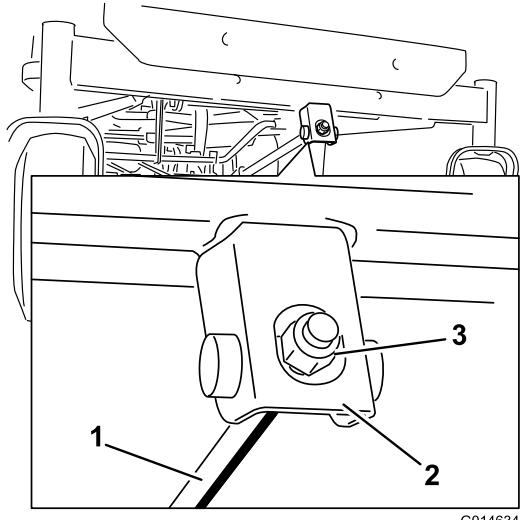

Figura 64
6. Para ajustar la inclinación longitudinal, gire la tuerca de ajuste de la parte delantera del cortacésped (Figura 64).